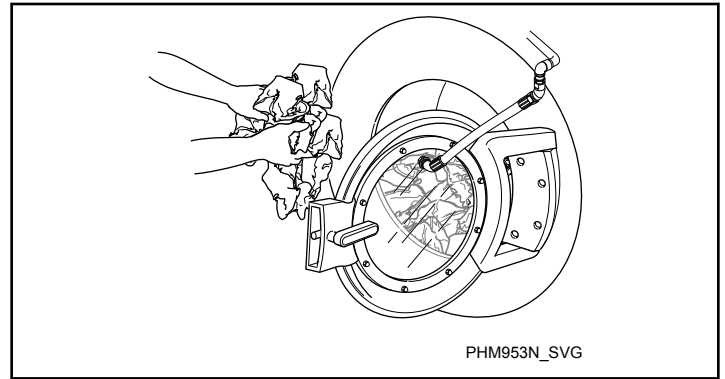

図 46
3. 可能な量の洗濯物を投入します。入れすぎないでください。図 46 を参照してください。